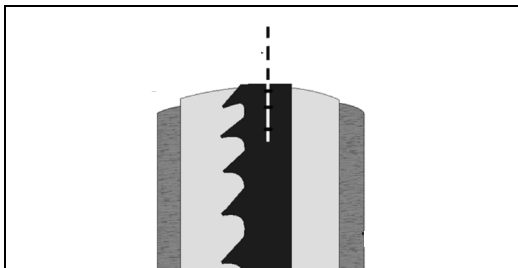

Fig 23
3. Entfernen Sie die Längsanschlag-Führung (B), indem Sie die 4 Flügelschrauben lösen (C).
4. Lösen Sie die Bandspannung, indem Sie den Griff (D) drehen.
5. Entfernen Sie das Sägeband (E), indem Sie es durch den Schlitz im Tisch, die obere Bandführung und die Führung sowie den Schlitz im Maschinengehäuse schieben. Achten Sie darauf sich nicht zu verletzen, tragen Sie Sicherheitshandschuhe falls notwendig.
7. Spannen Sie das neue Band und prüfen Sie den Bandlauf, indem Sie das obere Rad mit der Hand drehen. Das Band muss in der Mitte des Bandrades laufen. (Siehe Fig 23)